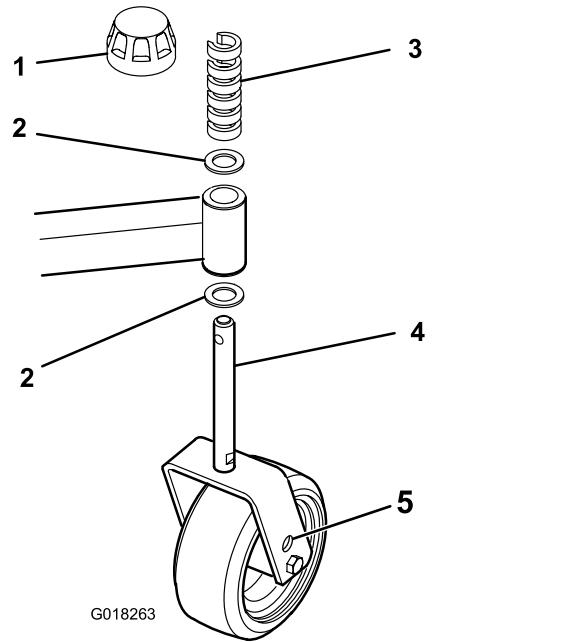

Bild 18
6. Passen Sie die Beilagscheiben an den vorderen oder hinteren Laufadarmen an, um die richtige Mähwerkneigung zu erhalten (Bild 18).